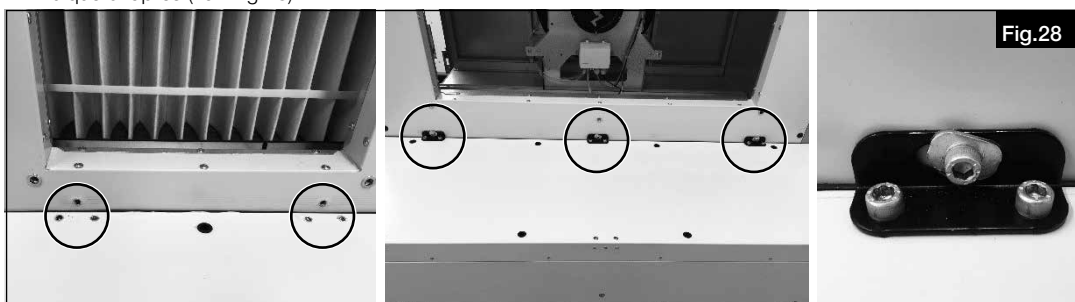

Fig.28
6. Monter les équerres de montage sur la batterie de chauffe. Relier la centrale AIR1 à la batterie de chauffe comme indiqué ci-après (voir Fig.28).